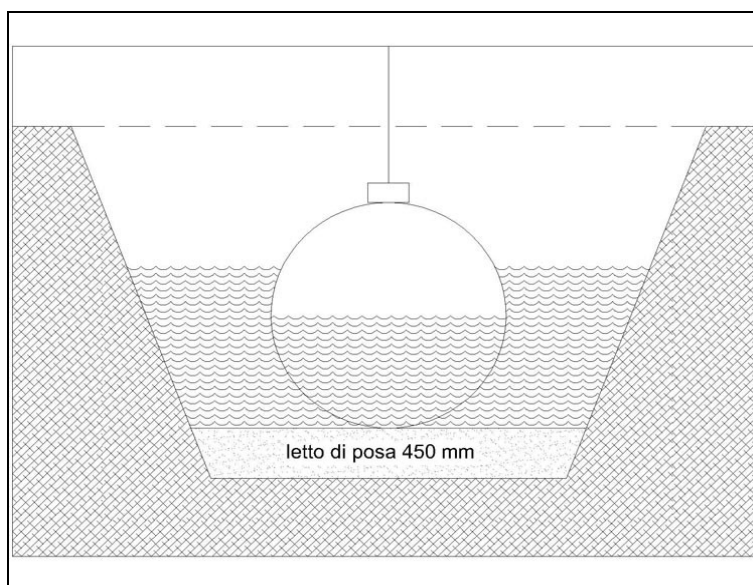

Figura 14 Scavo bagnato
- Utilizzare un'asta sufficientemente lunga per arrivare al disotto del manufatto. Nel caso di pareti dello scavo semi-perpendicolari, è importante che l'asta abbia l'estremità inferiore curva (vedere figura 14).